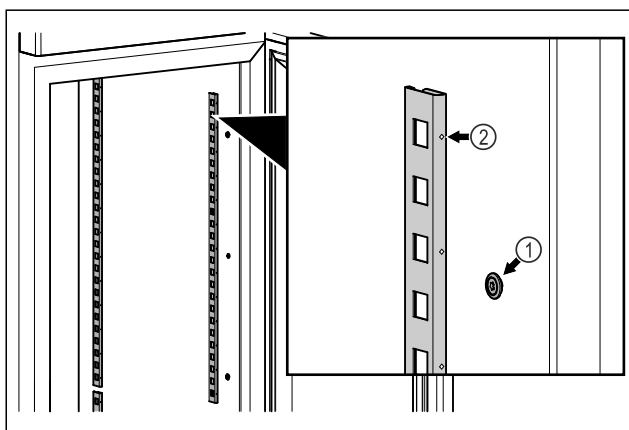

Fig. 48 Vejledende illustration
- ▶ Hægt glaslisterne Fig. 48 (1) fast i ophænget. Mærket Fig. 48 (2) skal pege fremad.